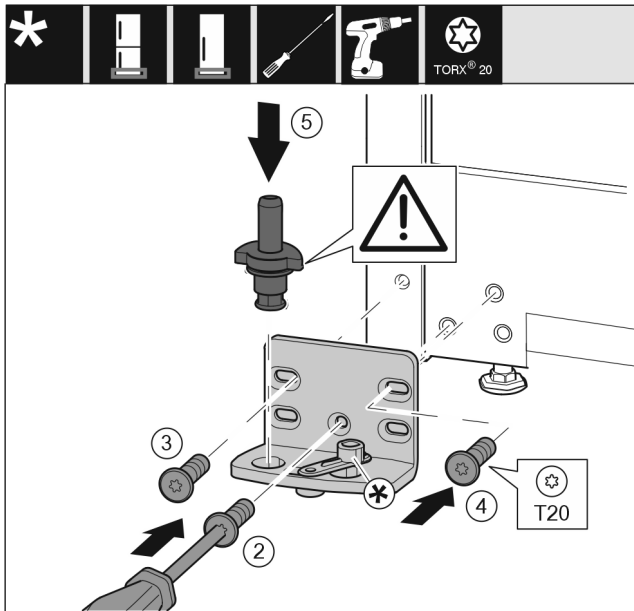

Fig. 13
- ▶ 将托架安装到另一侧，并借助 T20 螺丝刀旋紧。用螺钉 2 从底部的中心开始。 Fig. 13 (2)
- ▶ 拧紧螺钉 3 和 4。 Fig. 13 (3,4)
- ▶ 将轴承螺栓完全装入。同时注意止动凸轮需指向后方。 Fig. 13 (5)